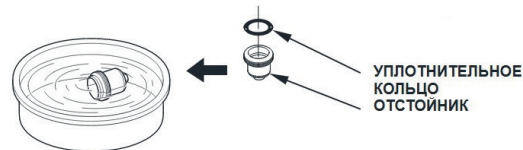

Рис. 15
9.4. Отстойник топлива (Рис.15).